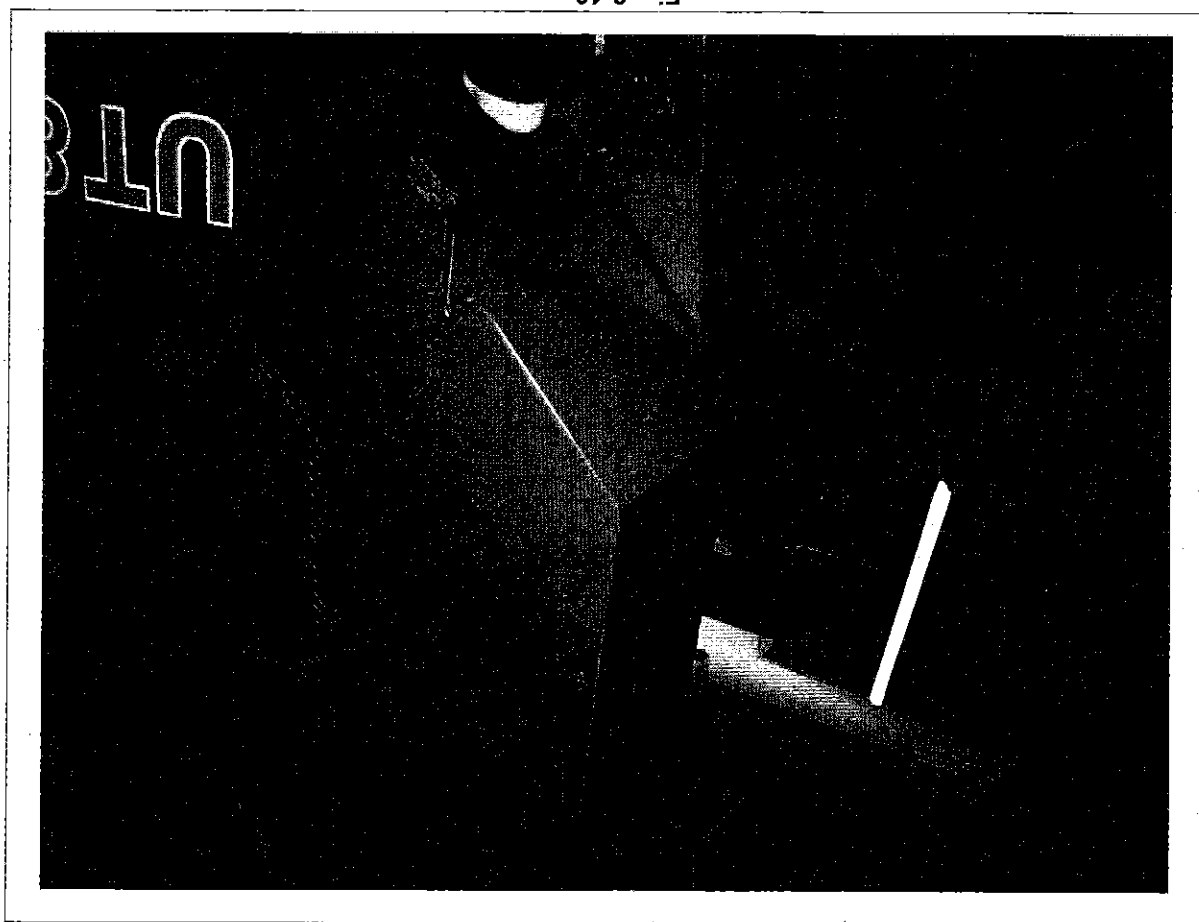

Fig. 8-13
- 1) Smontare il carter di protezione fig. 8-13.